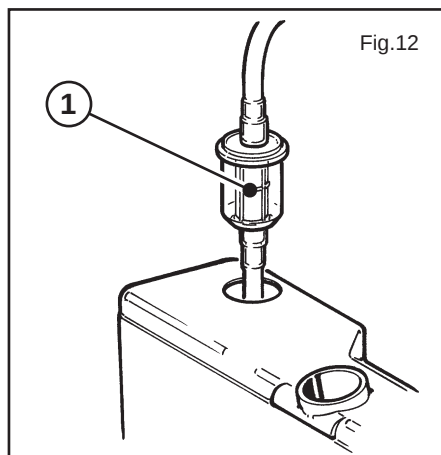

Fig.12
Controlar periódicamente el filtro gasoil (fig. 12, pos. 1); si está desgastado o demasiado sucio hay que cambiarlo.